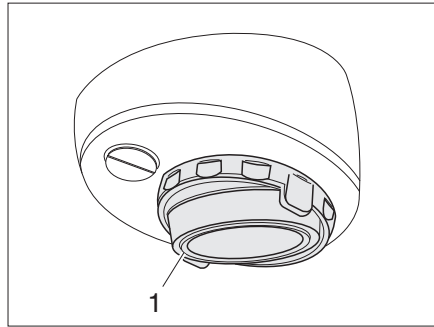
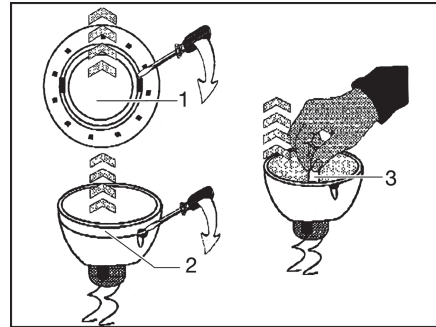

Fig. 169 Lámpara halógena superpuesta (basculable)
Fig. 170 Cambiar la bombilla halógena
- Soltar el anillo de cubierta interior (Fig. 169,3 ó Fig. 170,1) de la carcasa con una herramienta plana adecuada (p. ej. destornillador).
- Retirar el anillo de cubierta del vidrio (Fig. 170,2).
- Extraer la bombilla halógena (Fig. 170,2).